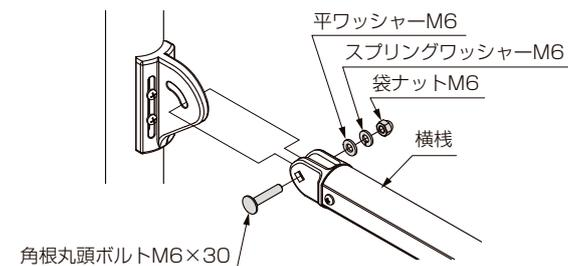

図7-16
- ④図7-16のようにして、横棧を柱ブラケットに仮止めしてください